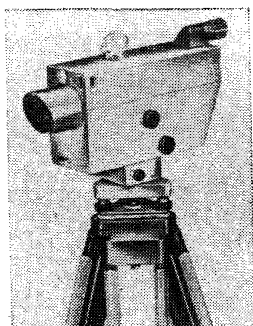

Рис. 14. Нивелир NI 002
3.7. Нивелир Ni 002 (рис. 14) предназначен для производства нивелирования 1-го класса, может использоваться при наблюдениях за осадками и деформациями зданий и сооружений, при определении смещения земной коры, при высокоточном монтаже оборудования.